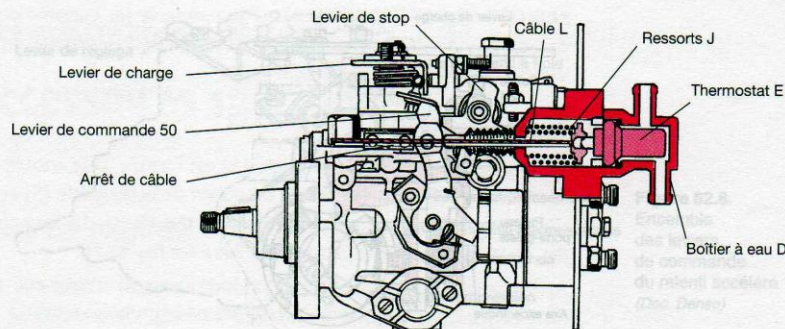
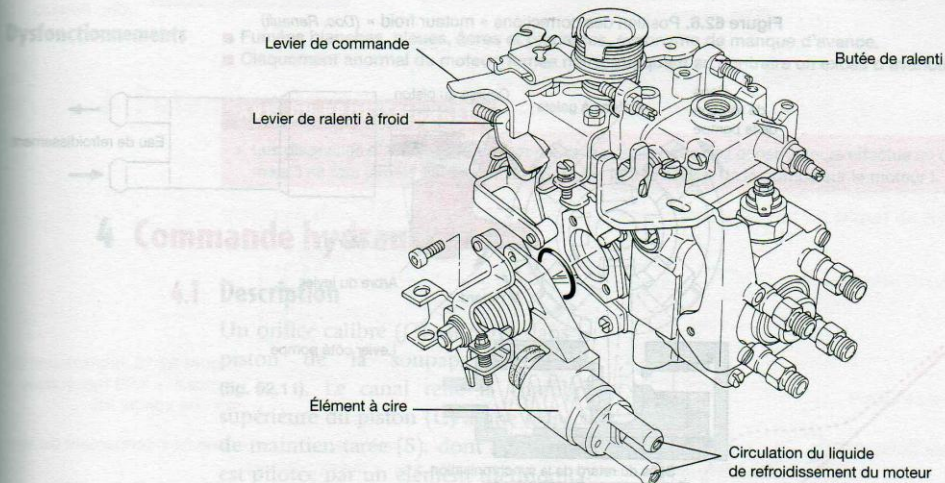
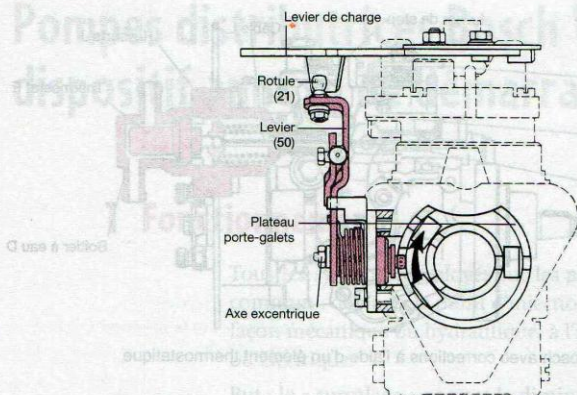
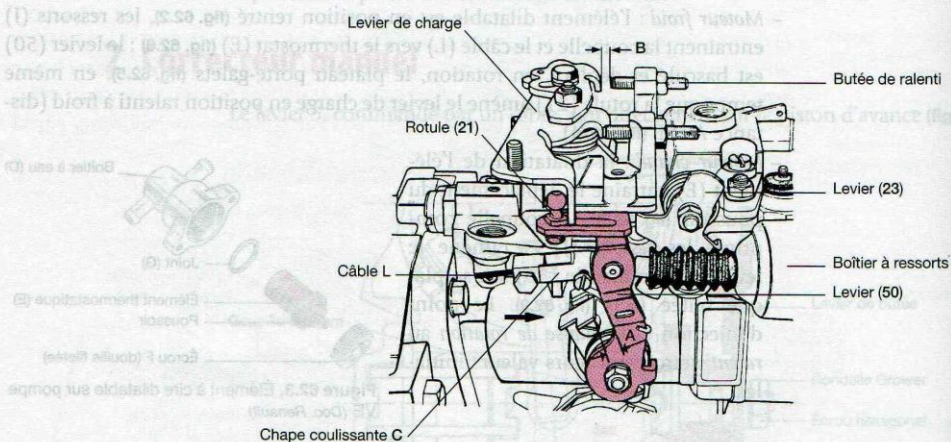

Figure 62.2. Pompe VE Bosch avec corrections à l'aide d'un élément thermostatique
Figure 62.4. Pompe VE avec dispositif de démarrage à froid par un élément type « cire » dilatable (Doc. Zexel)
Figure 62.5. Commande du plateau à galet par un dispositif de démarrage à froid
Figure 62.6. Position des corrections « moteur froid » (Doc. Renault)
La commande s'effectue à l'aide d'un élément dilatable de type « cire » (fig. 62.2), en contact avec le liquide de refroidissement du moteur. Ce système permet d'obtenir, suivant les équipements (l'implantation est différente selon le constructeur de la pompe d'injection (fig. 62.4, 62.6, 62.7 et 62.8), mais les fonctions restent identiques) :
- *Moteur froid* : l'élément dilatable est en position rentrée (fig. 62.2), les ressorts (J) entraînent la coupelle et le câble (L) vers le thermostat (E) (fig. 62.6) : le levier (50) est basculé et déplace, en rotation, le plateau porte-galets (fig. 62.5), en même temps que la rotule (21) amène le levier de charge en position ralenti à froid (distance A et B (fig. 62.6)).